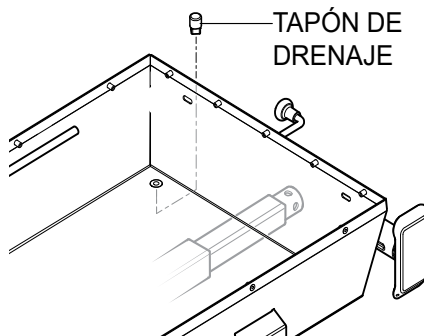

Figura 8. Instalación del tapón de drenaje
2. Desde por debajo de la base de la tina, instale el tapón de drenaje enroscándolo y apretándolo bien (Figura 8).